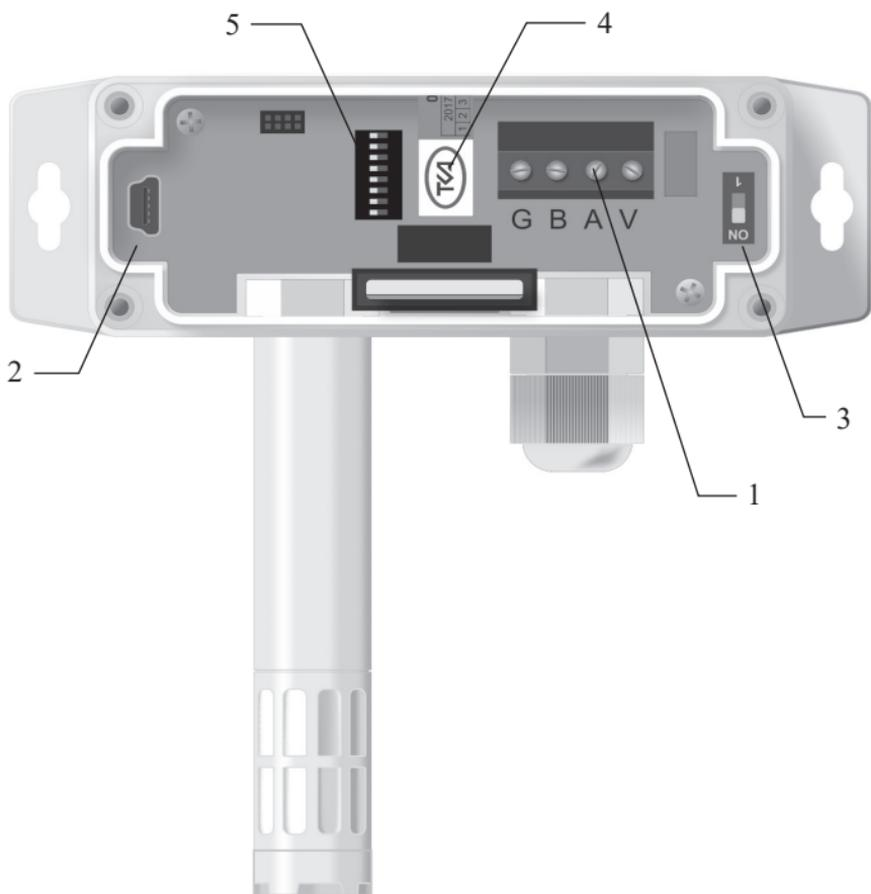

Рис.2 – Вид прибора со снятой крышкой
влажностозащищенном корпусе, доступ к клеммнику (1, Рис.2), разъему mini-USB (2, Рис.2) и переключателю терминирования линии (3, Рис.2) возможен при снятой верхней крышке. Разъем mini-USB предназначен для настройки прибора, а клеммник - для подключения 4-жильного кабеля связи и питания, заведенного через кабельный ввод. При этом каждый контакт съемного клеммника имеет обозначение на плате: G - земля питания, B - линия данных B, A - линия данных A, V - плюс питания.
С помощью переключателя (5, Рис.2) можно задать адрес устройства Modbus, не подключая прибор к ПК. Задание адреса осуществляется в двоичном виде с помощью смещения каждого отдельно белого движка вправо. Положение каждого отдельного движка справа соответствует значению 1 в соответствующем месте байта адреса. Т.е. когда все движки слева - адрес равен 0; когда все справа - 255; когда только первый верхний - 1 и т.д.
5.2 Пломба предприятия-изготовителя устанавливается внутри прибора (4, Рис.2).